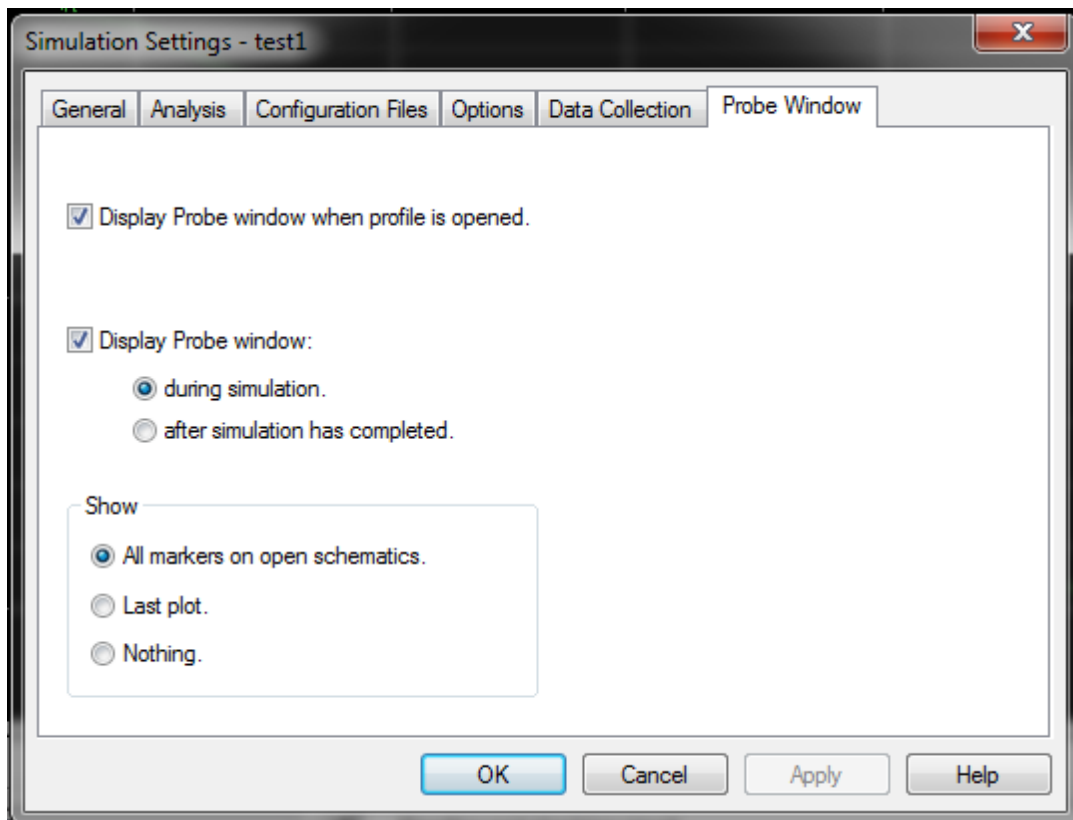

Рисунок 5.9 – Вікно *Probe Window*
24. Відкрийте меню *Simulation Settings* і вкладку *Probe Window* (рис. 5.9). Після цього поставте відмітку на місці «*All markers on open schematic*» (показувати всі маркери, які ввімкнені на схемі).